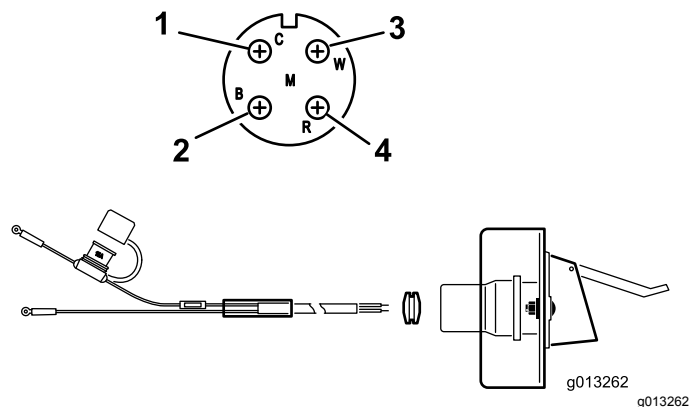

Рисунок 9
2. Проложите и закрепите электропроводку от аккумулятора к кронштейну розетки (Рисунок 9).
- Протяните провода через кронштейн розетки и установите черную резиновую изоляционную втулку поверх проводки (Рисунок 9).